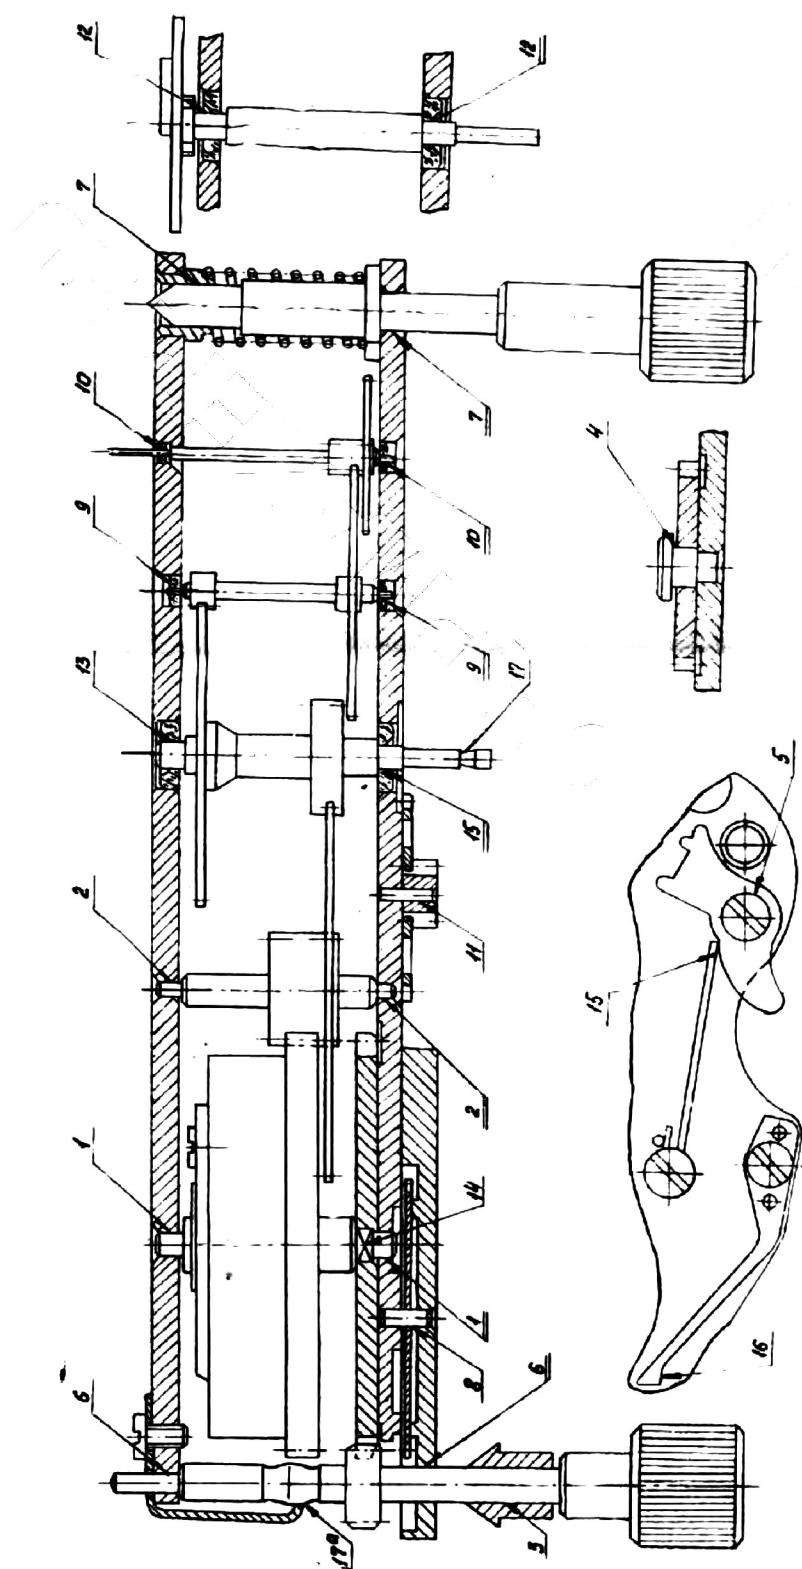

Рис. 10. Схема смазки основного механизма
- В процессе сборки произвести смазку всех трущихся поверхностей механизма (рис. 10, 11, 12).